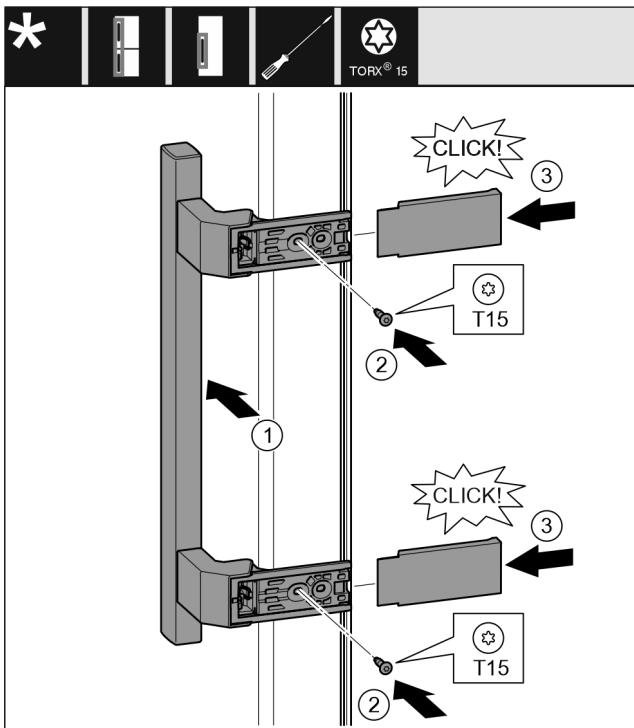

Fig. 40
- Ročaj namestite na nasprotno stran. Fig. 40 (1)
- Trdno privijte vijke z izvijačem T15. Fig. 40 (2)
- Pokrove pristavite ob strani in potisnite gor. Fig. 40 (3)